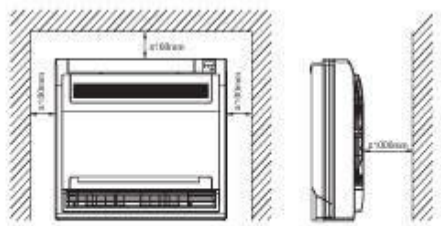
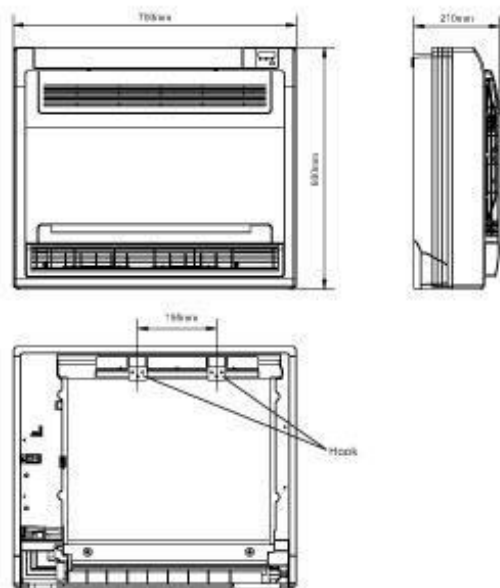

Fig.5-1
Fig.5-2
- наличие достаточного пространства для установки и обслуживания (см. Рис. 5-1 и Рис. 5-2)